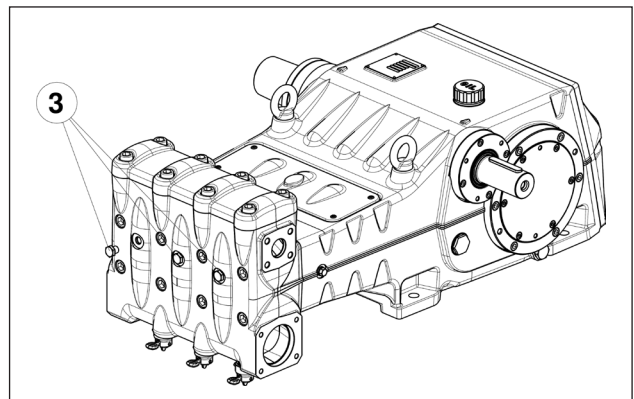

Abb. 11
Bei etwaige Ansaugproblemen durch unzureichende Versorgung können Sie die drei frontseitigen Verschlüsse (nicht bei Version LK360) abnehmen, siehe in Pos. ③ Abb. 11.